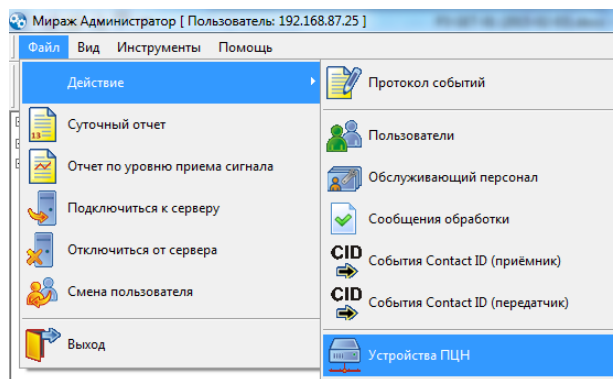

Рис. 7.1. Открытие окна *Устройства ПЦН* через меню
1. В основном окне программы *Администратор* нажмите кнопку  на панели инструментов **или** в меню *Файл* → *Действие* выберите *Устройства ПЦН* (рис. 7.1).